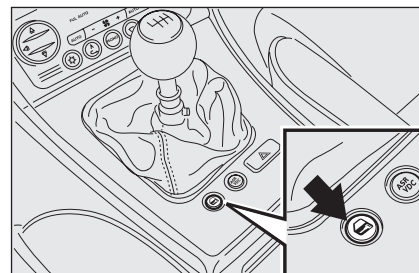

fig. 90
De todas formas, con la función activa (ON) es posible desbloquear las cerraduras de las demás puertas, pulsando la tecla  fig. 90 ubicada en la consola central.
Pulse la tecla  (fig. 90) para desbloquear y bloquear todas las puertas.